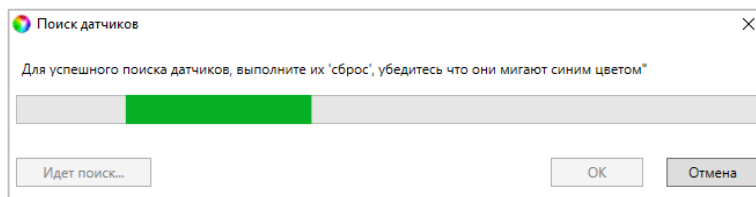

Рисунок 7.41 – Поиск радиоустройства
3. После нажатия кнопки *ОК* начнется поиск радиоустройства контроллером (см. рисунок 7.41). Чтобы устройство было найдено контроллером, его следует перевести в режим связывания (выполнить «сброс»).